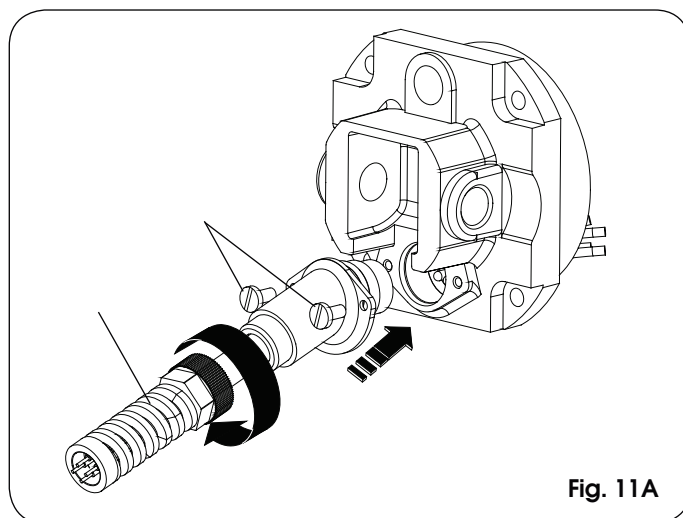

Fig. 11A
12. Montar o protetor de curva do cabo elétrico (ref. , Fig. 11A).
- Ligar o cabo de alimentação do operador (Fig. 11A).
- Parafusar os parafusos (ref. , Fig. 11A).